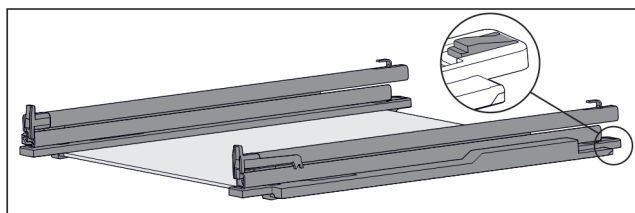

Fig. 116 Płyta szklana z szynami i elementami mocującymi
- Docisnąć element mocujący z tyłu do dołu (patrz Fig. 116) i jednocześnie wsunąć szynę do tyłu.